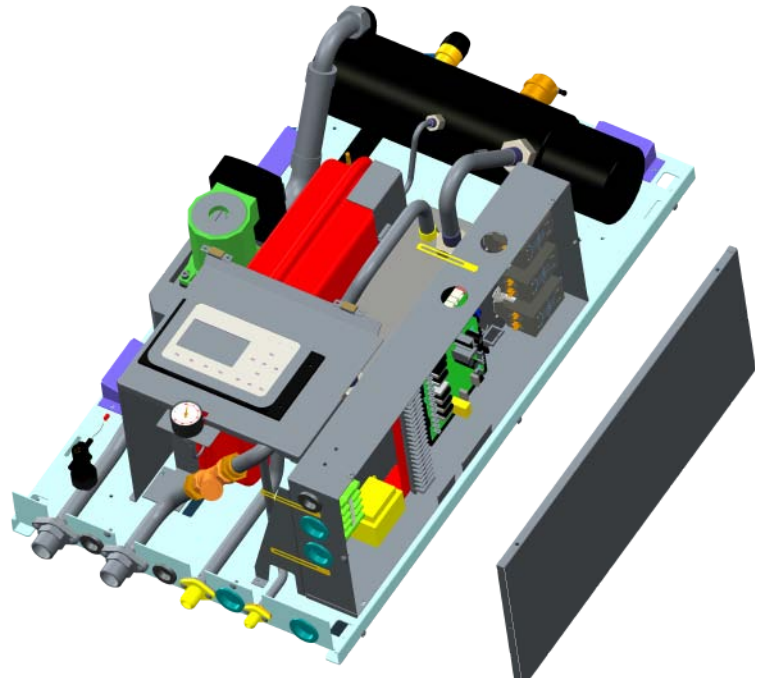

Fig. 3
- Afloje los tornillos y sacar el conjunto de componentes eléctricos (Fig. 3)
4) Quitar el deposito resistencia refuerzo válvula de aire automática y válvula de seguridad (Fig. 3)